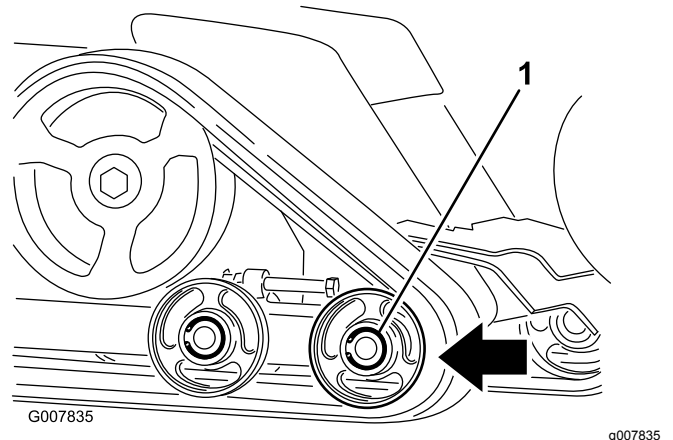

Figura 44
6. Empuje la rueda de rodaje delantera todo lo posible hacia atrás (**Figura 44**).
8. Una vez retirada la oruga de la rueda de rodaje, retírela de la máquina (**Figura 44**).
9. Empezando en la rueda motriz, pase la oruga nueva alrededor de la rueda, asegurándose de que los dientes de la oruga encajen entre los espaciadores de la rueda (**Figura 44**).
10. Introduzca la oruga por debajo y entre las ruedas de rodaje trasera y central (**Figura 44**).